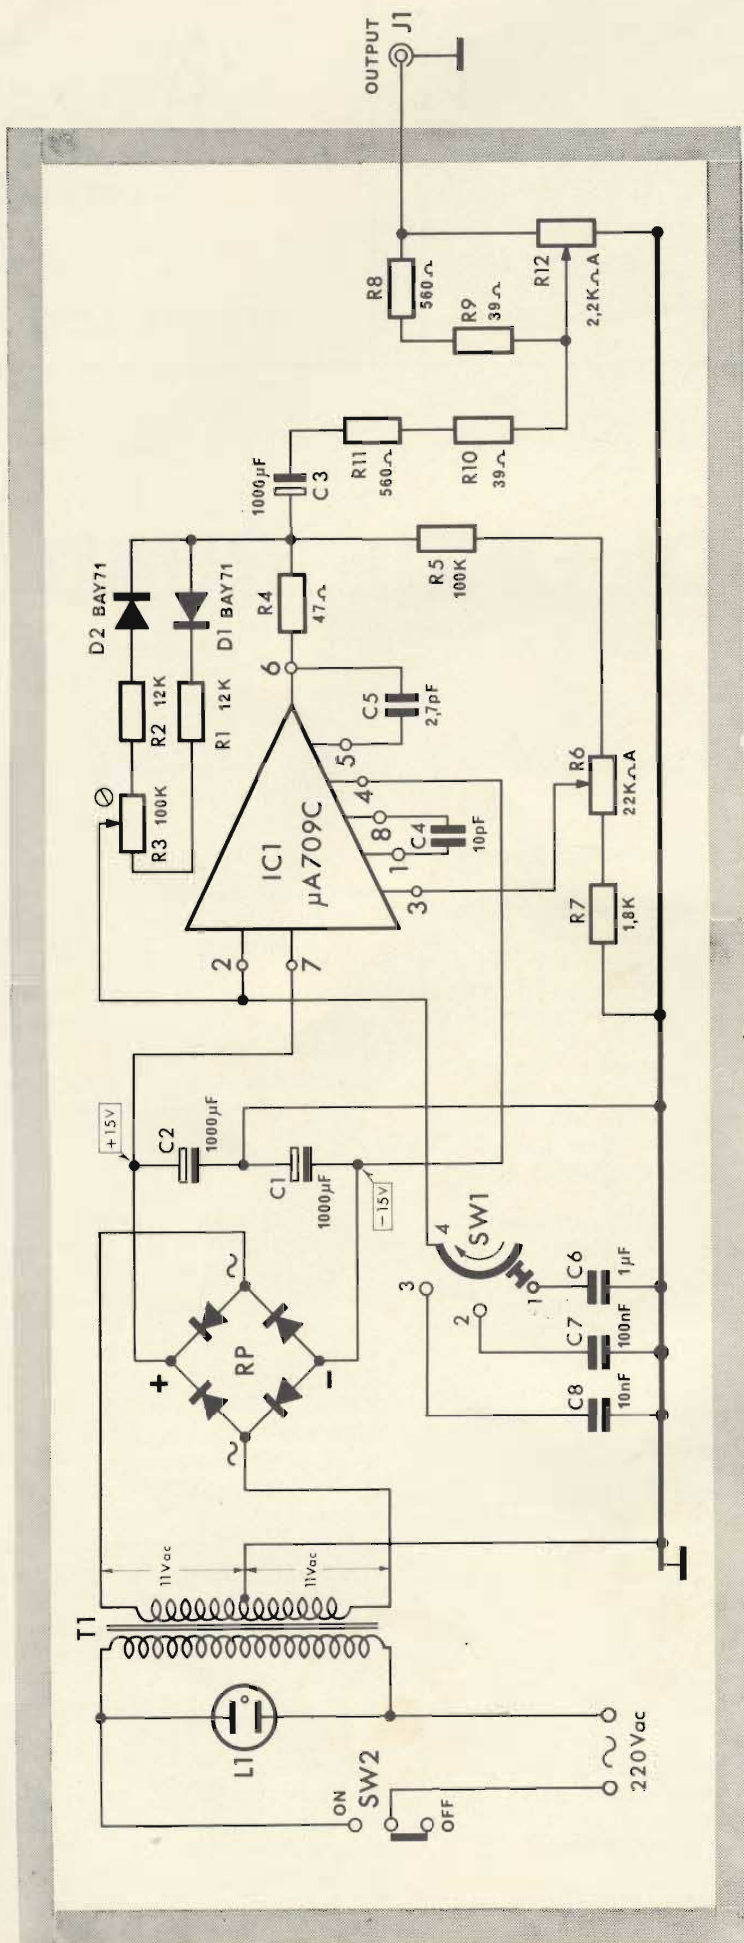

Fig. 1 - Schema elettrico.
- 3) Misurare le tensioni nei punti indicati in Fig. 1.